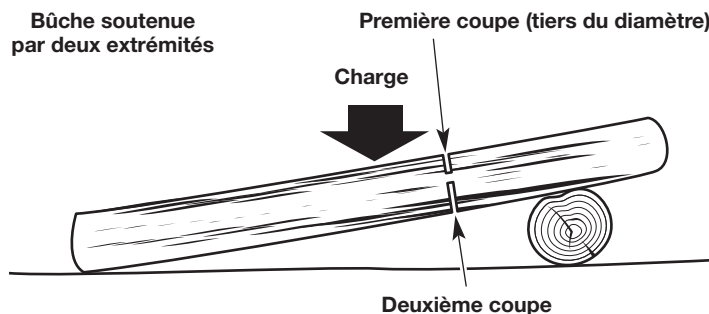

Fig. 15
- Si la bûche est soutenue sur deux extrémités (Fig. 15), faites la première coupe depuis le haut (tronçonnage par dessus). Reportez-vous à *Tronçonnage par-dessus*.